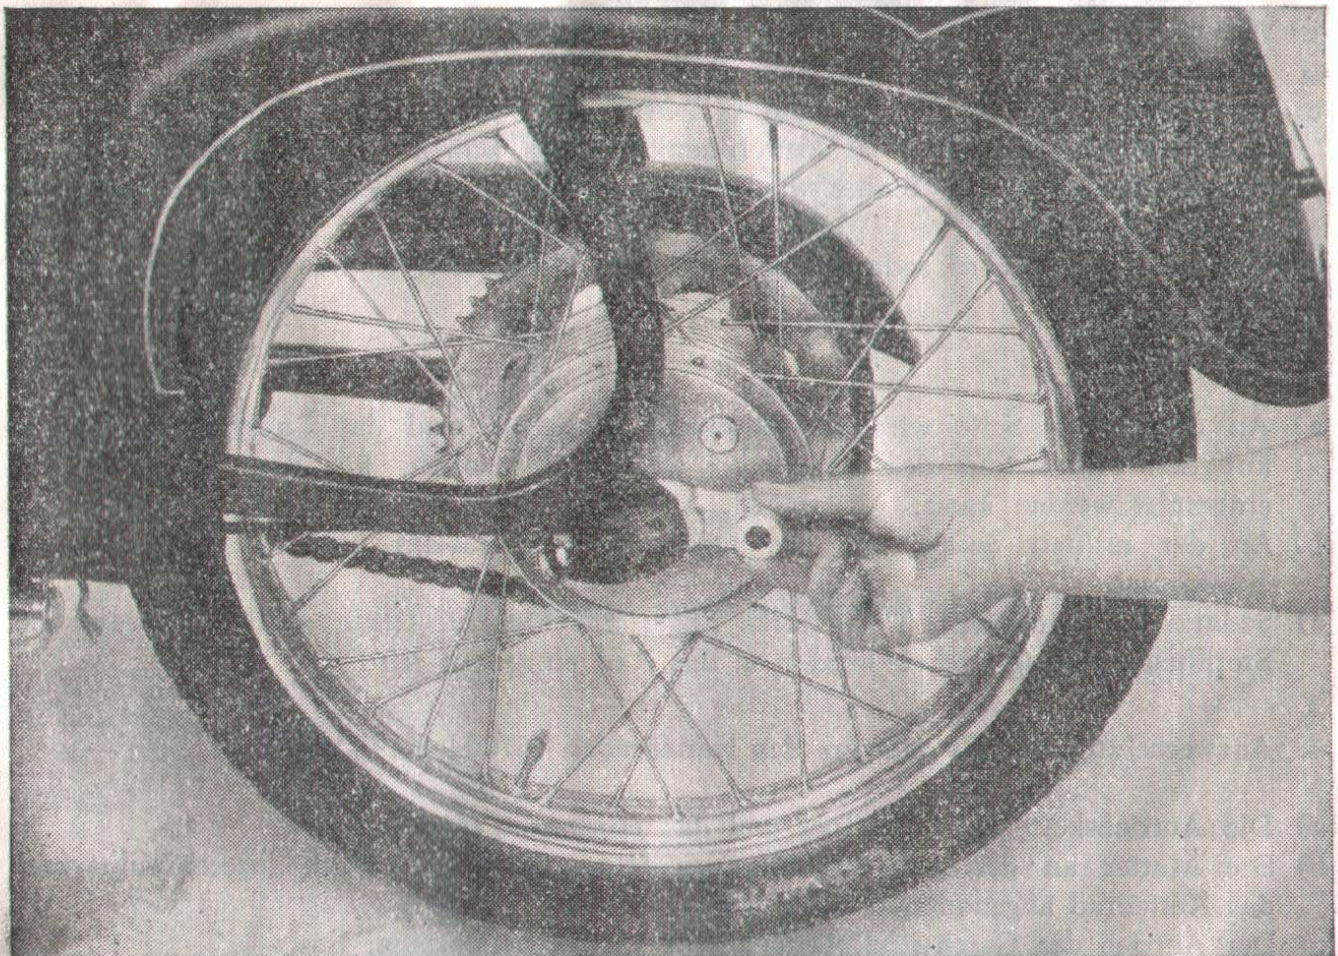

Abb. 23. Bremsreaktionsfang des Hinterrades.
- c) Zwischen das Hinterrad und das Fangstück des Rades an der Gabel wird der Bremsreaktionsfang (Abb. 23) eingelegt und die Steckachse eingeschoben; der Federring wird aufgesteckt und die Mutter fest gezogen.